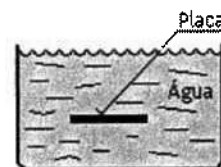

Figura 3a
3. a) Uma placa plana encontra-se imersa em água ($T_{\text{água}} = 100^{\circ}\text{C}$) como se ilustra na figura 3a. Sendo a temperatura da placa igual a 120°C , diga em qual das faces da placa (superior ou inferior) é maior o coeficiente de transferência de calor. Justifique.